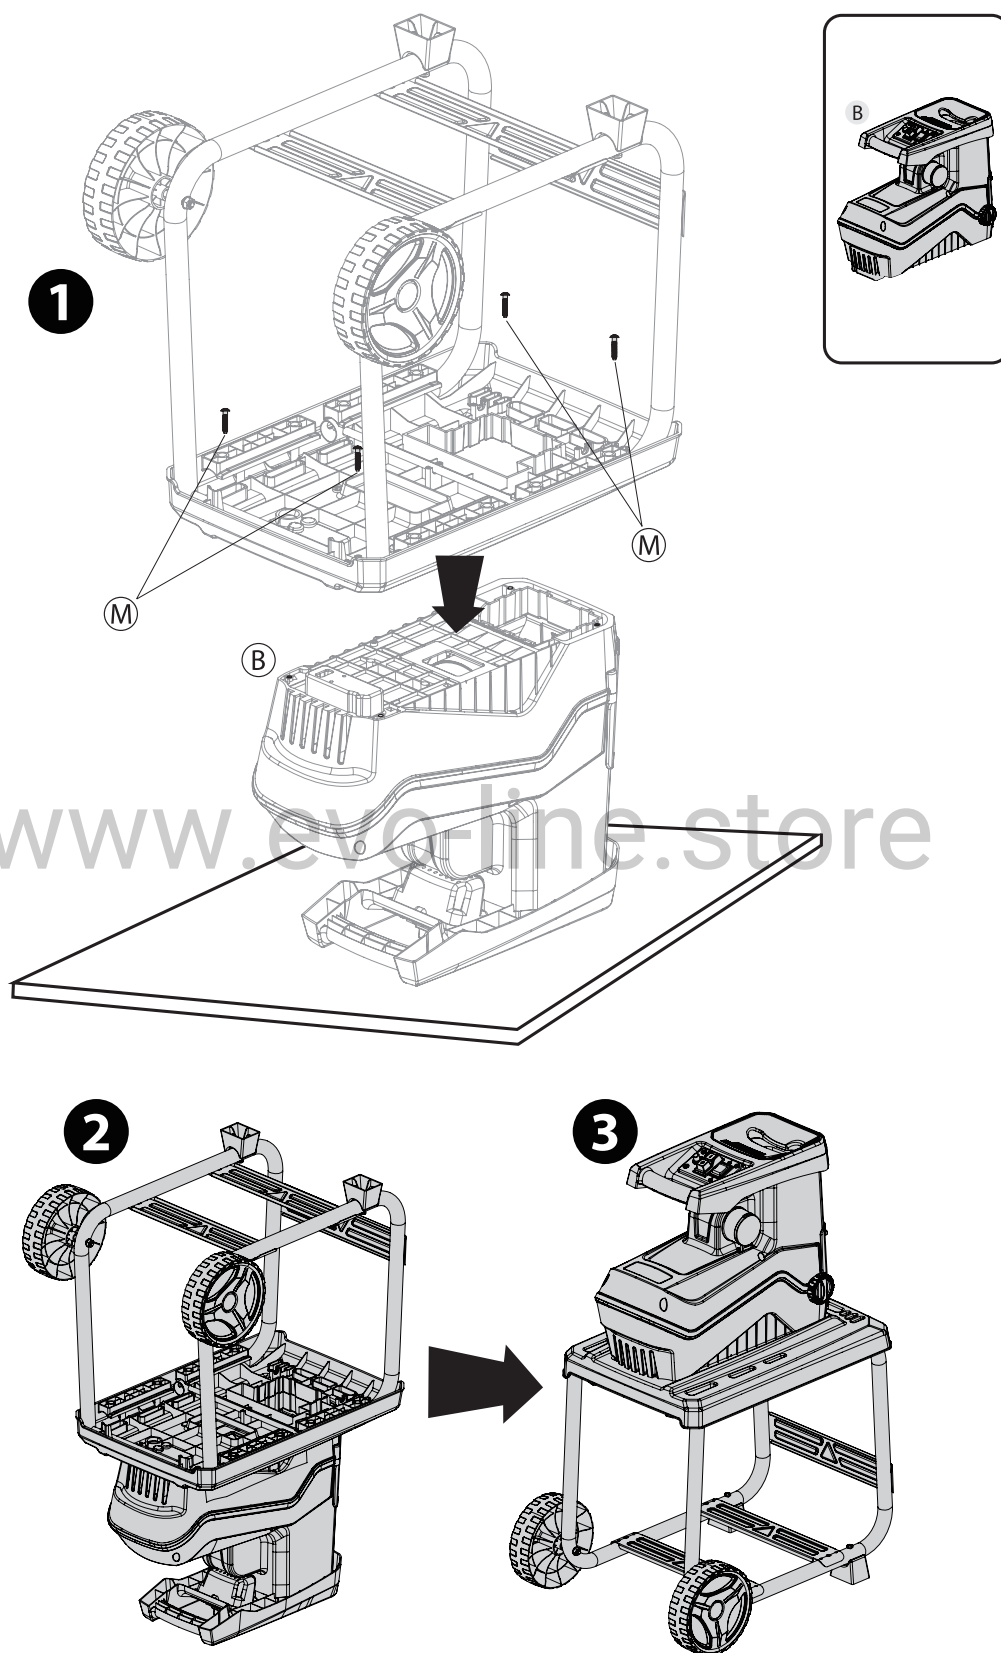

Рис. 4
5. Прикрепите основную раму к верхней части корпуса с помощью 4-х винтов М (Рис. 4).